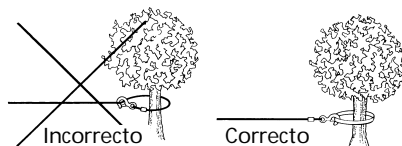

Figura 4
9. NUNCA ENGANCHE EL CABLE DE ALAMBRE SOBRE SÍ MISMO. Use una eslinga de nilón (N° de Pieza Superwinch 1509 ó 2531). Enganchar el cable sobre sí mismo puede dañarlo (Figura 4).